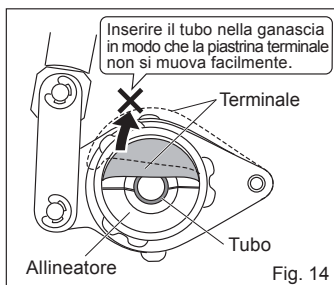

Fig. 14
- Per verificare se la piastrina terminale della ganascia sia in perfetto contatto con il tubo, provare a sollevare la piastrina leggermente con il dito. Se la piastrina si sposta facilmente, implica che vi è dello spazio tra la piastrina e il tubo, quindi è necessario riposizionare meglio il tubo. (Fig. 14)